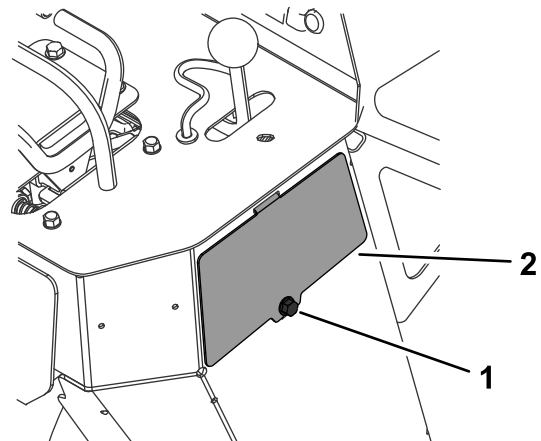

Bild 52
3. Entfernen Sie die Schraube und die Abdeckplatte auf der rechten Seite der Maschine (**Bild 52**).
5. Setzen Sie die Abdeckplatte auf und befestigen Sie diese mit dem Schraube (Bild 52).